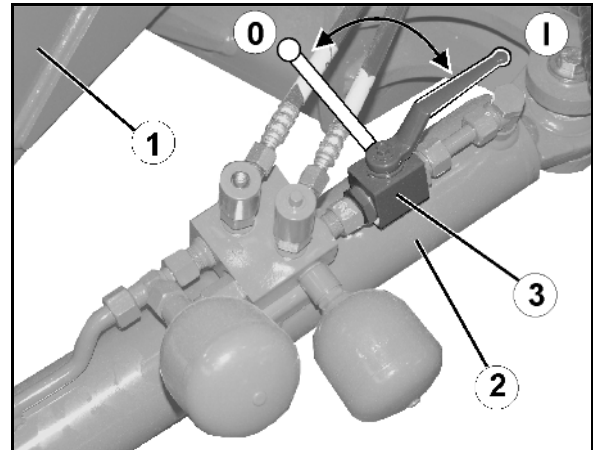

Fig. 72
4. Fastgør styrestangen (Fig. 72/1) ved at lukke kuglehanen (Fig. 72/3) i position 0.